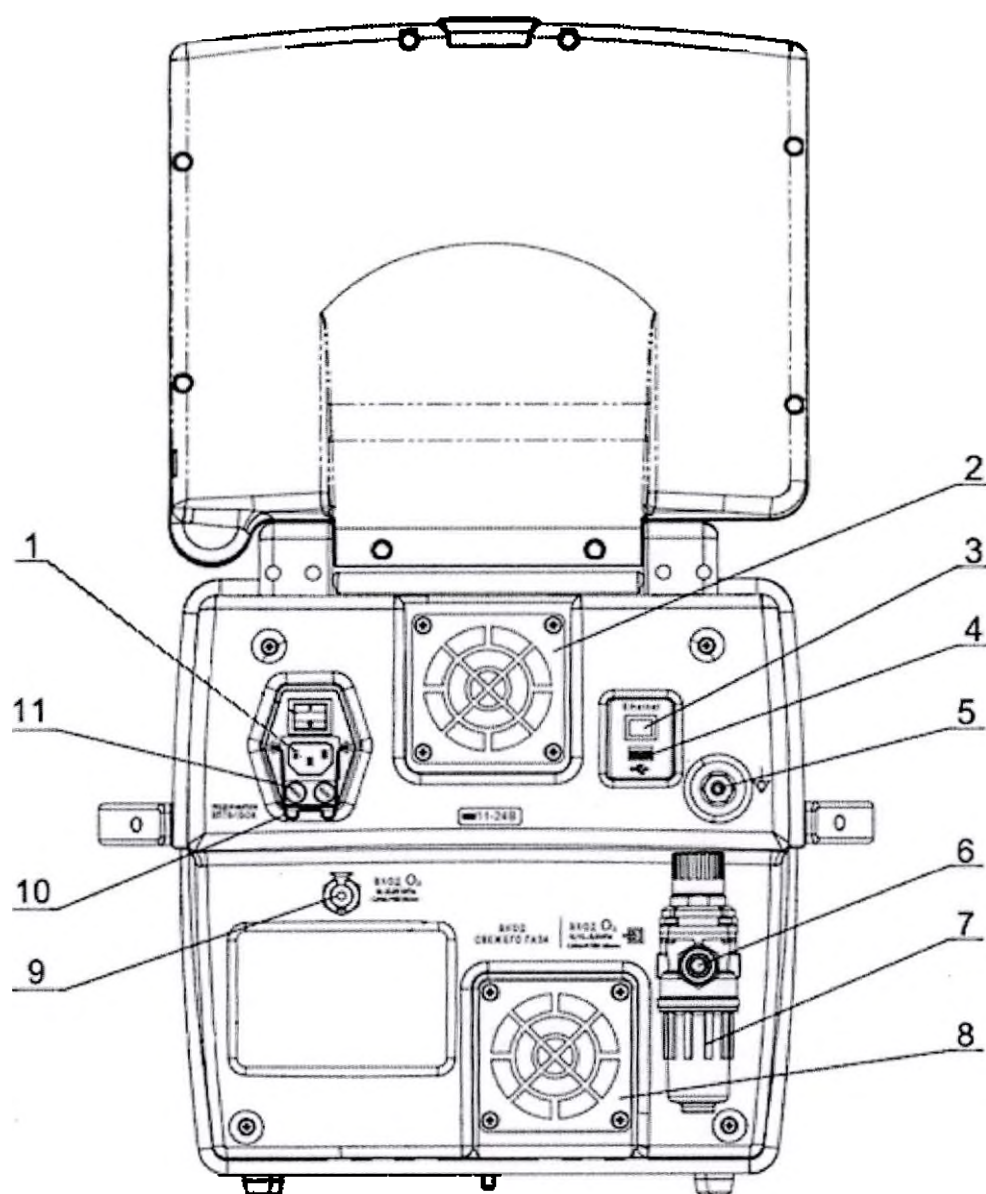

Рисунок 2.2 – Вид аппарата сзади
- В случае совместной работы аппарата с электрохирургическими приборами в соответствии с требованием п. 8.6.7 ГОСТ Р МЭК 60601-1 необходимо дополнительно подключать провод выравнивания потенциалов к штыревой клемме выравнивания потенциалов - рисунок 2.2, позиция 5. Не допускается включать аппарат одновременно с другими электрическими изделиями в один многорозеточный сетевой соединитель.
- В случае возникновения нештатной ситуации при работе аппарата (возгорание, короткое замыкание и т.п.) немедленно отсоединить аппарат от пациента и продолжать вентиляцию пациента другими способами. Выдернуть вилку шнура питания аппарата из розетки сети либо отключить аппарат выключателем сети (рисунок 2.2, позиция 1). Отключить давление сжатого кислорода.